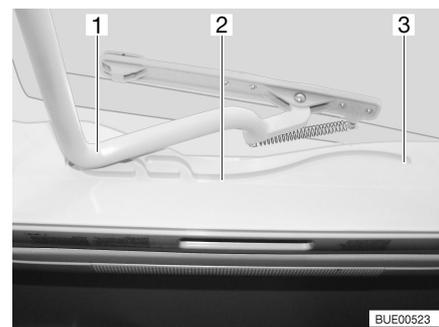

Bild 19 Heki-Dachhaube, Führung
- Den Bügel (Bild 19,1) in den Führungen (Bild 19,2) bis in die hinterste Position (Bild 19,3) ziehen.
- Den Bügel (Bild 19,1) mit beiden Händen leicht nach oben drücken.
- Den Bügel in den Führungen (Bild 19,2) bis zur gewünschten Stellung ziehen.